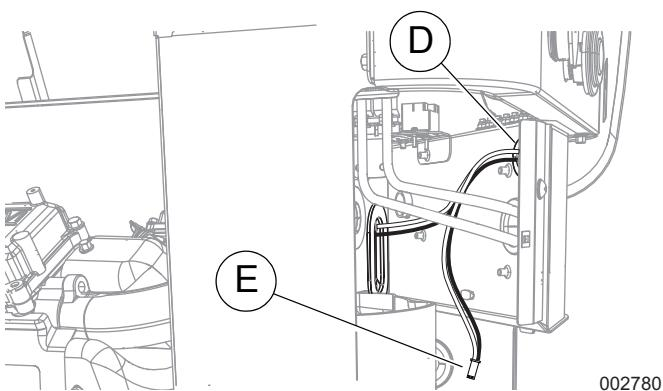

Рисунок 8. Подвод проводов к клиентскому соединению (11–22 кВт)
- См. **Рисунок 8.** Протяните подводящие провода через изолирующую втулку панели клиентских соединений (D). Если пустое гнездо Y-образного жгута (E) не будет подключаться к обогревателю аккумулятора, смотайте провода и зафиксируйте их с помощью пластиковых стяжек. Зафиксируйте все провода с помощью пластиковых стяжек на расстоянии как минимум 1 см (0,5 дюйма) от топливных шлангов.